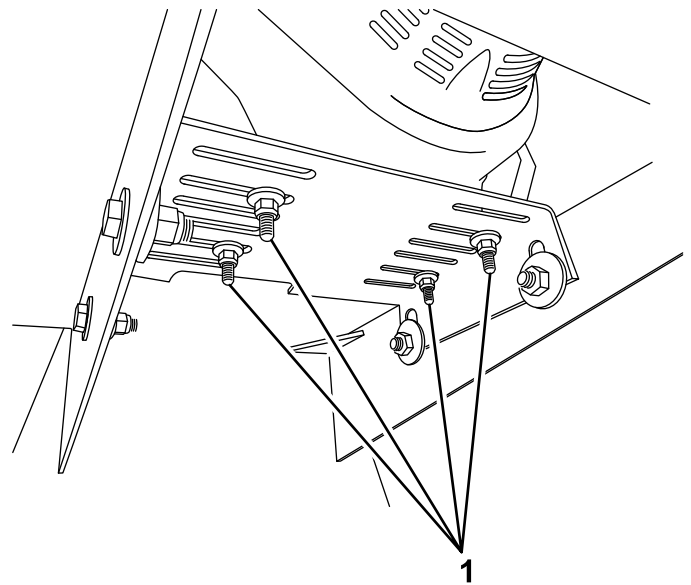

Figure 55
3. Desserrez les 4 écrous et boulons qui fixent le moteur à la plaque de montage (Figure 55).
- Serrez chacun des 4 écrous et boulons de fixation à 24 Nm (18 pi-lb) (Figure 55).